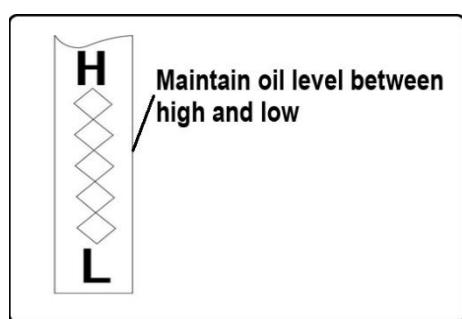

Abbildung 27
5. Füllen Sie bei waagerecht stehendem Motor das empfohlene Öl bis zur Obergrenze des Ölpeilstabs ein (siehe unten). Drehen Sie den Peilstab beim Prüfen des Ölstands nicht ein. Füllen Sie nicht zu viel Öl ein. (Abbildung 27)